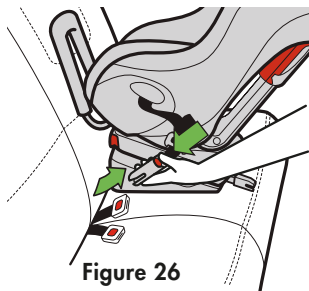

Figure 26
- Appuyez sur le bouton de déverrouillage rouge et maintenez-le enfoncé tout en tirant sur les Connecteurs DUA, tel qu'illustré dans la **Figure 26**.